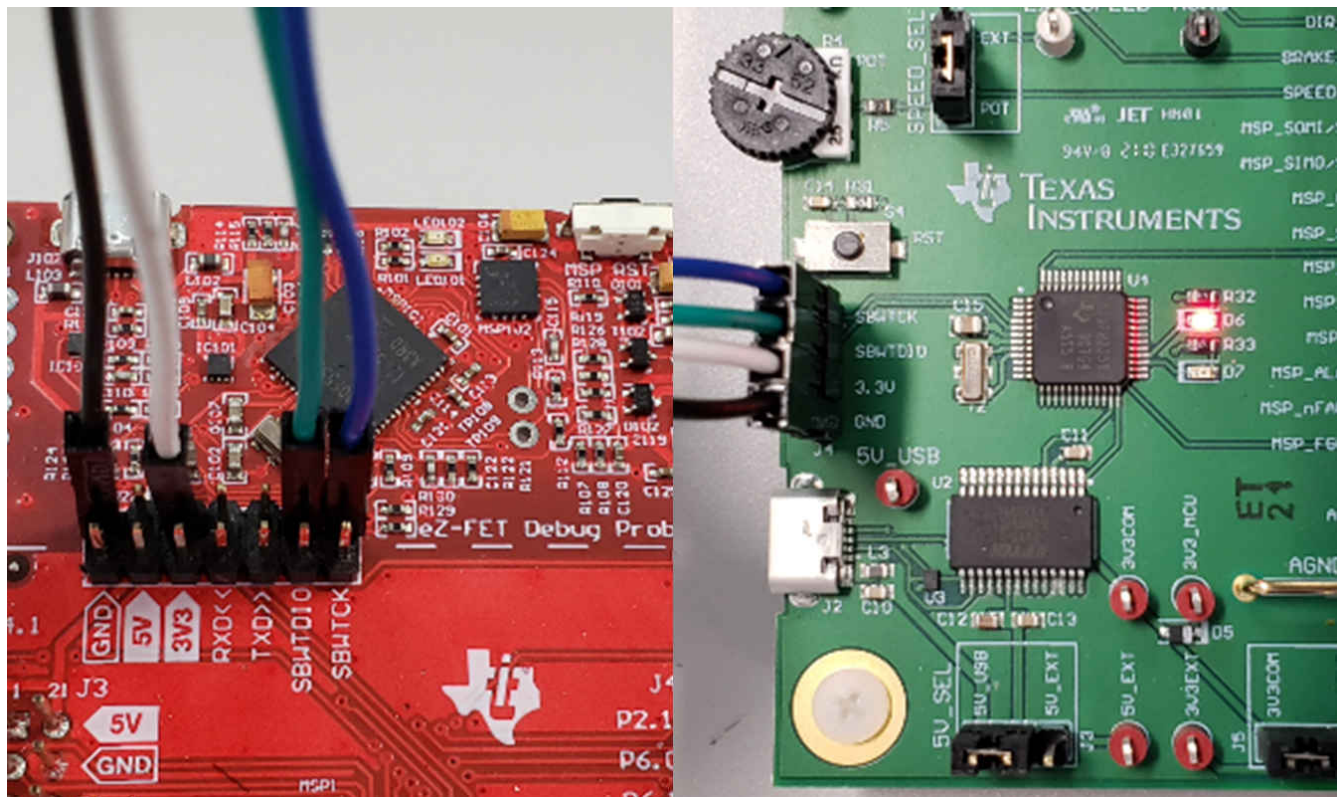

图 7-2. MSP430 LaunchPad eZ-FET 探针连接到 MCT8329EVM
2. 将 GND、3V3、SBWTCK 和 SBWTDIO 信号 LaunchPad eZ-FET 侧的顶部引脚连接到 MCT8329EVM 的 J7 上的相应引脚，如表 7-1 和图 7-2 所示。